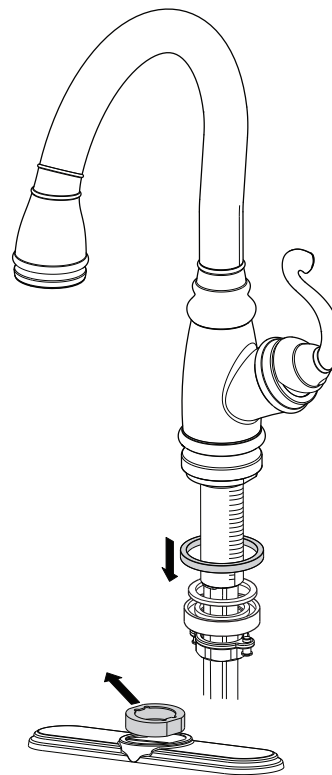

Fig. 1.3
- Dévisser et enlever l'**anneau de serrage**, la **rondelle métallique** et la **rondelle de caoutchouc**. Pour faciliter la tâche, retirer le **tuyau de la douchette** de ces pièces en premier. Retirer l'**anneau de finition** ainsi que l'**anneau de la plaque décorative** car ils ne sont pas requis pour une installation à 3 trous (fig. 1.3).
- Remove the **finishing ring** and the **deck plate adaptor ring** because these are not required for three holes installation (fig. 1.3).